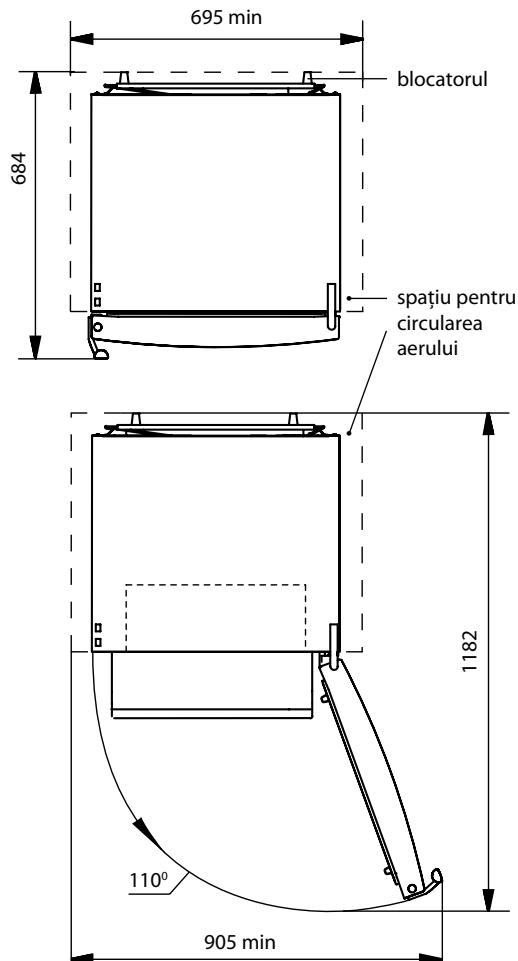

Figura 2 – Frigider (vedere de sus)
1.5 Spatiul total necesar pentru functionarea frigiderului este determinat de dimensiunile indicate in figura 2 in milimetri. Designul frigiderului asigura unghiul maxim de deschidere al usii – 110°. Pentru a evita deteriorarea, **NU** incercati sa deschideti usa cu mai mult de 110°.